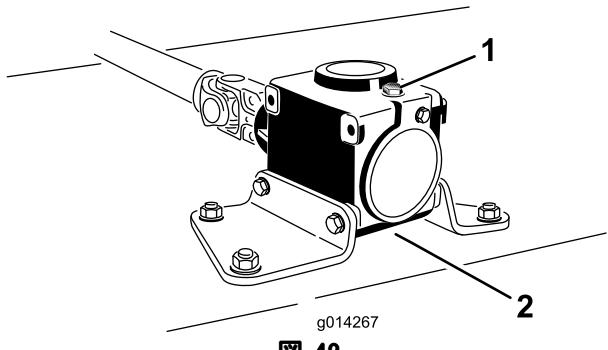

図 42
6. ギア・ボックスの上部についているディップスティック兼給油プラグ(図 42)を取り、オイルの量が、ディップスティックについている2本のマークの間にあることを確認する。
6. ギア・ボックスの上部についているディップスティック兼給油プラグ(図 42)を取り、ドレン・プラグを外して廃油受けにオイルを回収する。